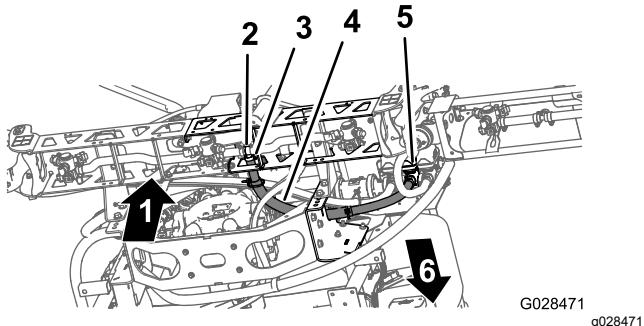

Figure 44
1. Acheminez le flexible de la section de rampe centrale comme montré à la Figure 44.
2. Branchez le flexible sur le raccord en T cannelé de la section de rampe centrale et fixez-le en place avec un collier (et Figure 44).